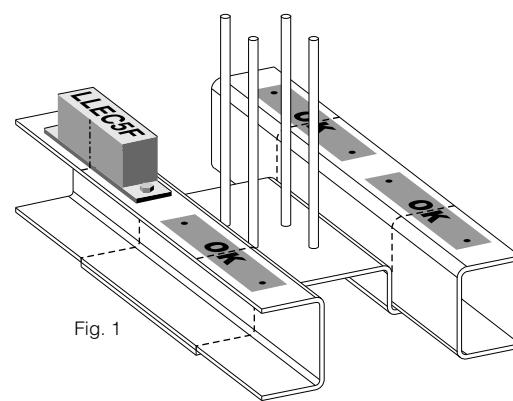
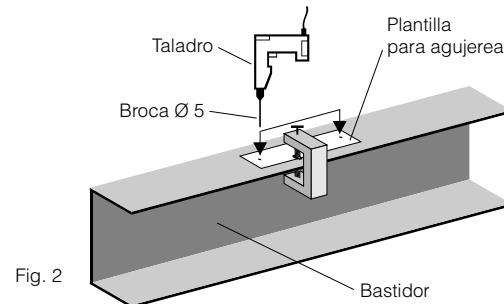

Fig. 1
Fig. 2
El LLEC5F debe montarse en la parte superior del bastidor, en correspondencia con la línea (en la Fig.1 es la línea punteada) que separa la zona de contacto de la placa amarracables del resto del bastidor (Fig.1).
1. Fijar con una abrazadera la plantilla para agujerear (Fig.2) en la posición escogida en Fig.1.
2. En correspondencia con los agujeros de la plantilla, agujerear con un taladro con broca de 5 mm de diámetro (Fig.2).